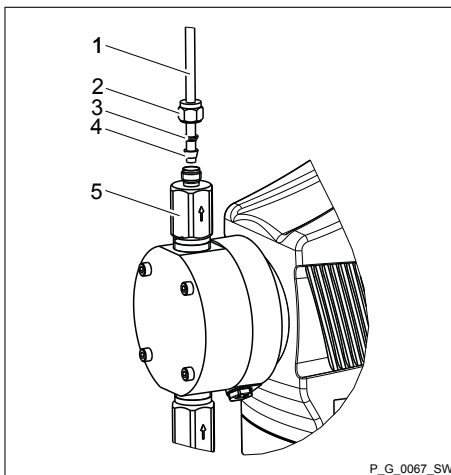

Abb. 11: Ausführungen SS
1. ➤ Die Überwurfmutter (2) und die Klemmringe (3, 4) mit ca. 10 mm Überstand auf das Rohr (1) aufschieben - siehe Abb. 11.
2. ➤ Das Rohr (1) bis zum Anschlag in das Ventil (5) einstecken.
3. ➤ Die Überwurfmutter (2) festziehen.